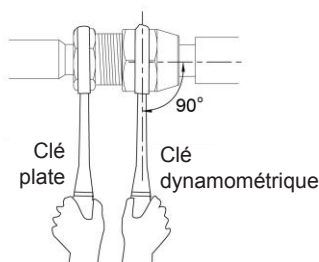

Fig. 16
- (3) Serrez fermement l'écrou d'évasement à l'aide d'une clé dynamométrique jusqu'à ce que la clé émette un clic. (Maintenez la poignée de la clé et placez-la à angle droit par rapport au tuyau. Comme indiqué sur la Fig.16.)
- (4) Enroulez le tuyau de raccordement dénudé et le raccord avec de l'éponge. Serrez ensuite l'éponge fermement avec du ruban plastique.
- (5) Le tuyau de raccordement doit être maintenu par un support plutôt que par l'unité.
- (6) L'angle de cintrage des tuyaux ne doit pas être trop petit ; sinon vous risquez de les casser. Veuillez utiliser une cintreuse de tuyaux pour les plier.
- (7) Lors du branchement de l'UI au tuyau de raccordement, ne tirez pas trop fort sur les gros et les petits joints de l'UI si le capillaire ou d'autres tuyaux présentent des fissures et des fuites.